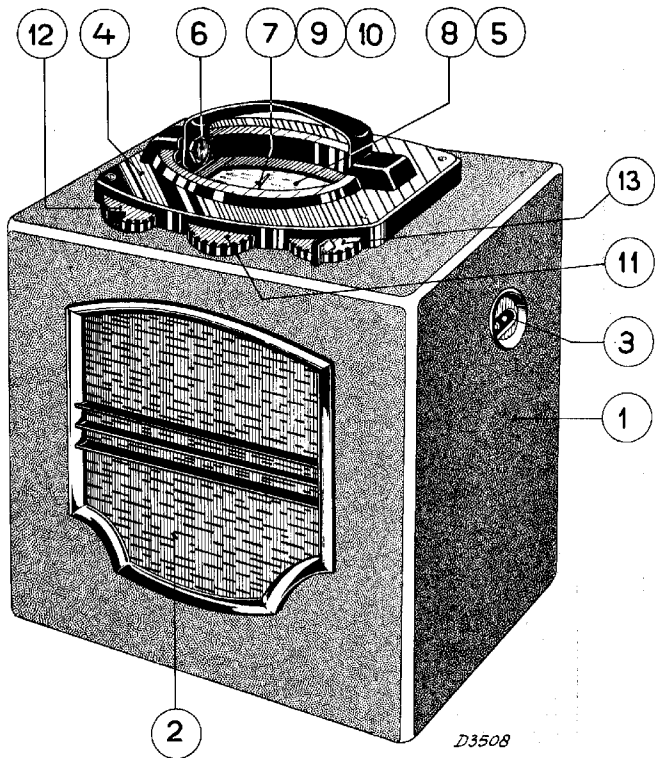

Fig. 2
2. Handvat verwijderen door 2 bouten (fig. 2, pos. 6) los te draaien.